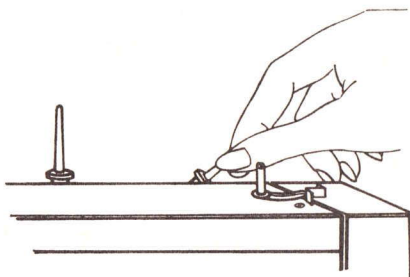

Abb. 8
10. Die Garnrollenhalter (Abb. 8)